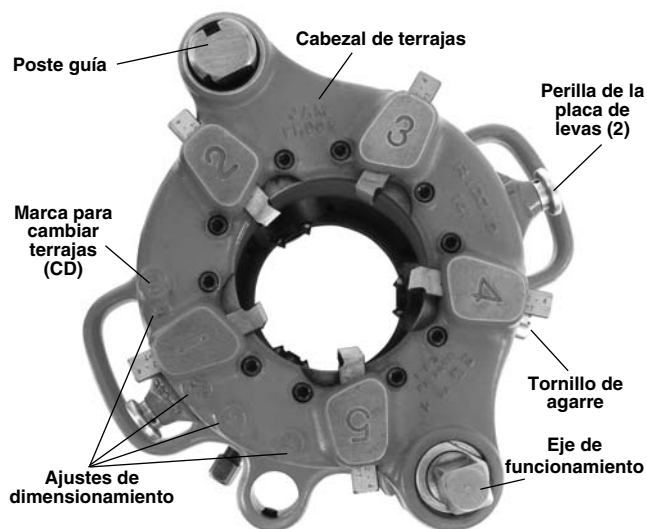

Figura 3 – Roscadora a engranajes con el eje de funcionamiento hacia arriba (se muestra el Modelo 141)
2. Extraiga el tornillo de agarre de la placa de selección (*Figura 3*).